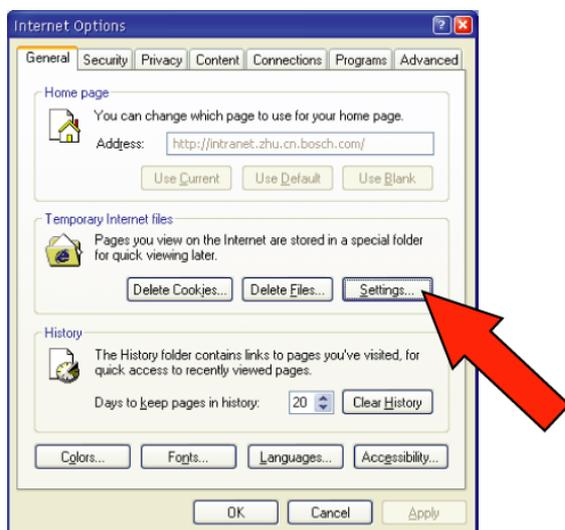

Figura 6.17 Configuração para Arquivos de Internet Temporários
- Em **Temporary Internet files** (Arquivos de Internet Temporários) clique em **Settings** (Configurações) (consulte a seta na *Figura 6.17*).